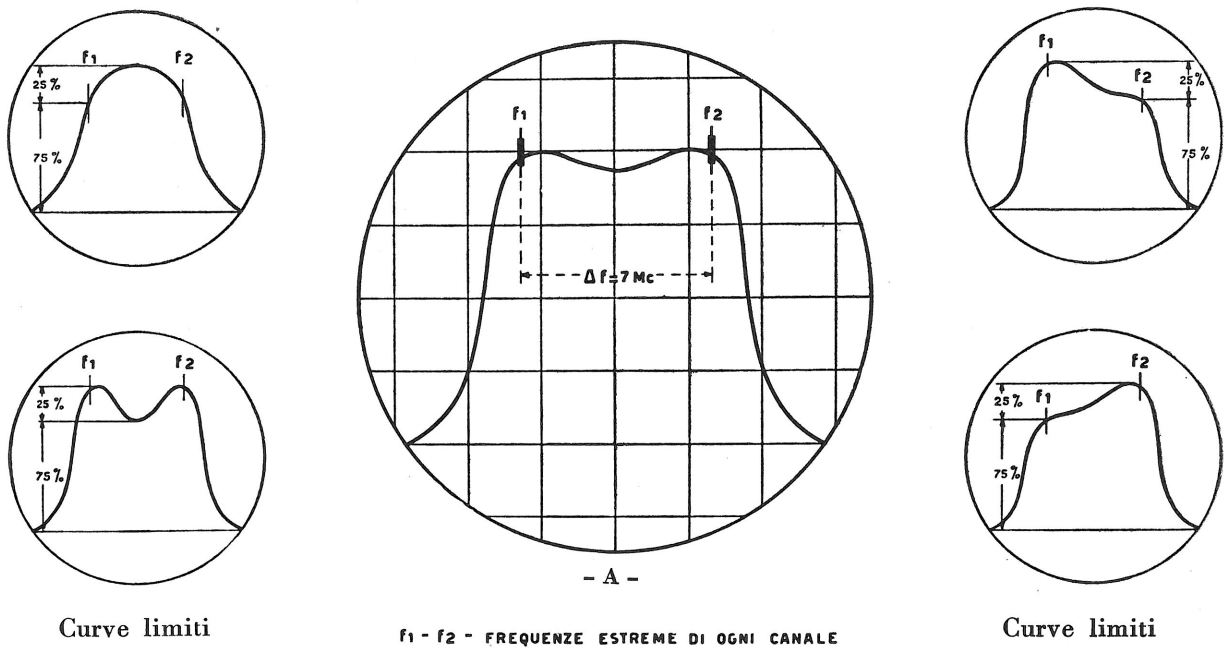

Fig. 14 - Curva di selettività del gruppo ad alta frequenza
- 10°) se la curva osservata sull'oscilloscopio non appare come indicato in fig. 14. A ritoccare i compensatori Cv1 e Cv3. Verificare che agli estremi della curva corrispondano le frequenze di 209 e 216 Mc.
- 12°) eseguire una verifica su tutti gli altri canali e se gli spostamenti delle curve corrispondenti si mantengono entro i limiti indicati in fig. 14 non sarà necessario un ulteriore ritocco, in caso contrario procedere ad una nuova taratura tale che mantenga tutti i canali dall'1 al 5 entro i limiti indicati.